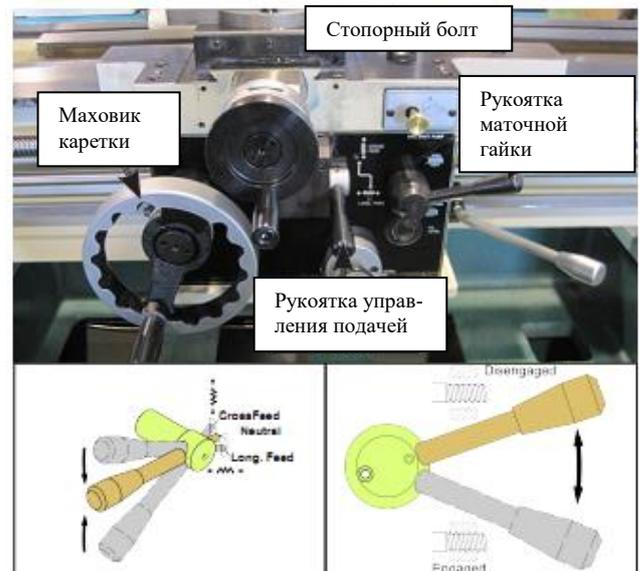

Рис.9. Механизмы управления перемещением каретки.
4. Для дальнейшей балансировки груза ослабьте стопорный болт каретки, расцепите рычаг маточной гайки, установите рукоятку управления подачей в нейтральное положение, затем используйте маховик пинולי для установки каретки рядом с задней бабкой (Рис. 9).